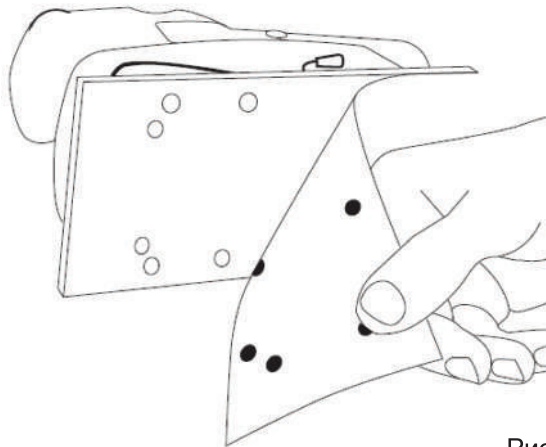

Рис. 2
3. Приложите лист к подошве совместив отверстия на абразивном листе с отверстиями на подошве (Рис.2)